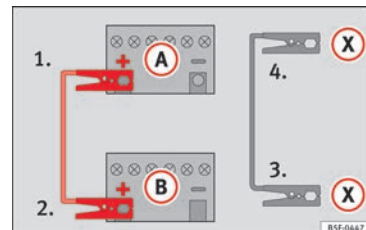

Abb. 68 Anschlussschema für Fahrzeuge mit Start-Stopp-System.
– Bei Fahrzeugen mit Start-Stopp-System: ein Ende des schwarzen Starthilfekabels (X) an einen geeigneten Masseanschluss, ein massives, fest mit dem Motorblock verschraubtes Metallteil oder an den Motorblock selbst anklemmen » Abb. 68.
5. Klemmen Sie das andere Ende des schwarzen Starthilfekabels (X) im Fahrzeug mit der entladenen Batterie an ein mit dem Motorblock verschraubtes, massives Metallteil oder an den Motorblock selbst, aber so weit wie möglich von der Batterie (A) entfernt an.